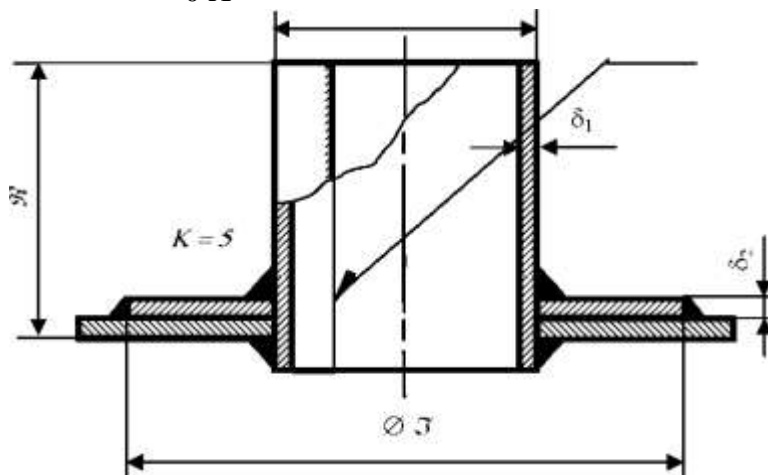

Рис. 16
3. Изобразить схему и описать сущность процесса полуавтоматической сварки в среде аргона. Разработать технологическую схему сварки конструкции из стали 04X18H10T, рис. 16.